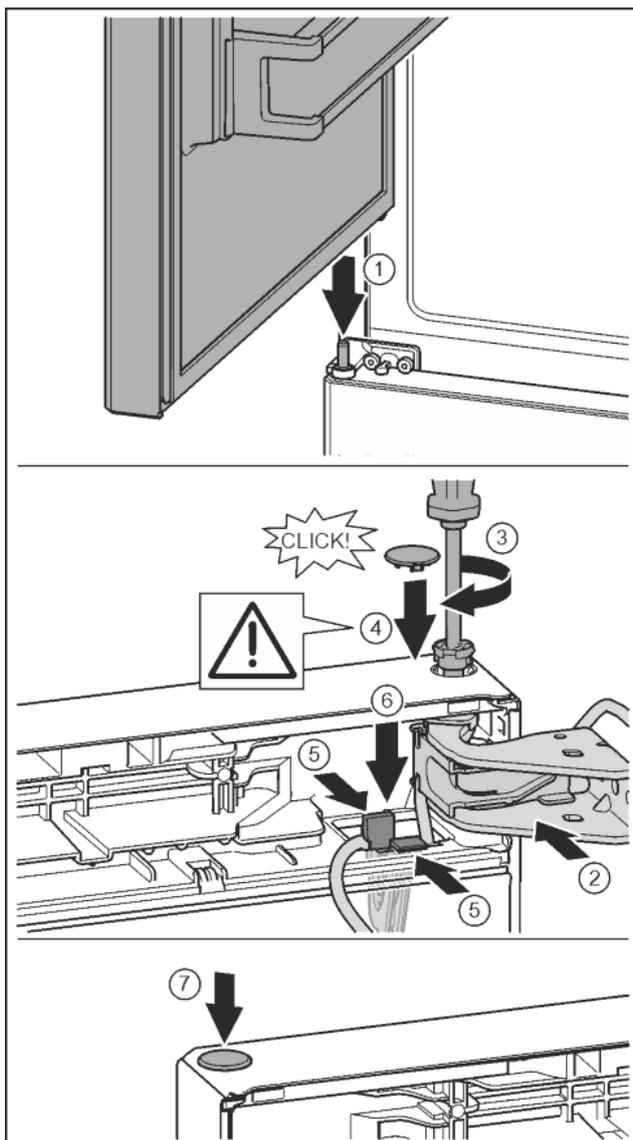

Fig. 33
- ▶ Установка верхней двери на средний опорный палец Fig. 33 (1)
- ▶ Дверь вверху выровнять по отверстию в опорном кронштейне. Fig. 33 (2)
- ▶ Вставить палец и затянуть отверткой T15. Fig. 33 (3)
- ▶ Установить предохранительную крышку для защиты двери: вставить предохранительную крышку и проверить, прилегает ли она к двери. В противном случае вставить палец полностью. Fig. 33 (4)
- ▶ Вставить держатель кабеля с закрепленным на нем кабелем в отверстие. При этом более длинное отверстие соединительной накладки должно быть направлено вперед. Fig. 33 (5)
- ▶ Прижать держатель вниз так, чтобы соединительная накладка защелкнулась. Fig. 33 (6)
- ▶ Вставить заглушку. Fig. 33 (7)